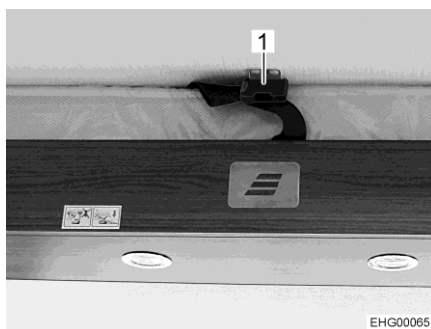

Fig. 91 Sangle de sécurité
- Déverrouiller la sangle de sécurité (Fig. 91,1).
- Fermer la sangle de sécurité (Fig. 91,1).